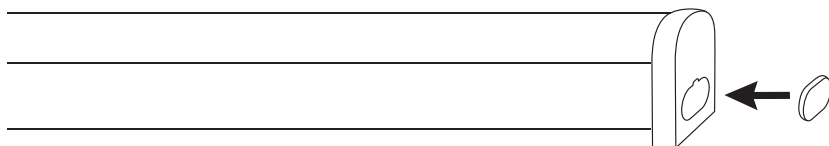

Рисунок 3. Заглушка светильника
5.5. Открытый контакт закрыть заглушкой (рисунок 3).